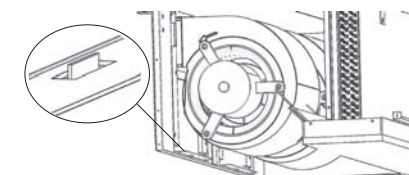
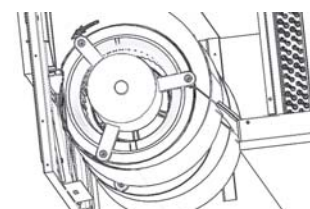
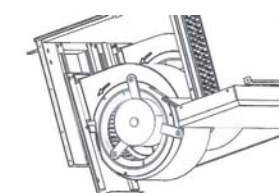

Рис. 4
Рис. 5
Рис. 6
- 5) Поддерживая рукой под днищем электродвигателя вентилятора в сборе, прижмите его вверх. В данной операции должны участвовать два человека. Когда отверстие в обшивке вентилятора в сборе окажется выше, чем штифт на лицевой панели (рис. 4), отведите электродвигатель вентилятора в сборе назад примерно на 21 мм (рис. 5), чтобы штифт вышел из отверстия. Удерживая узел, медленно опустите его вниз по направляющей (рис. 6), после чего весь узел можно будет вынуть для проведения техобслуживания и ремонта.